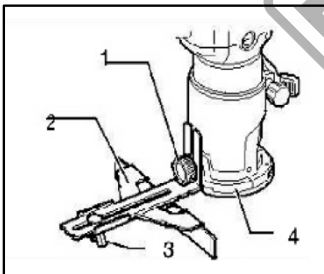

Fig. 14
2. Fissare la guida dritta con la vite di serraggio (A). (Fig. 14)